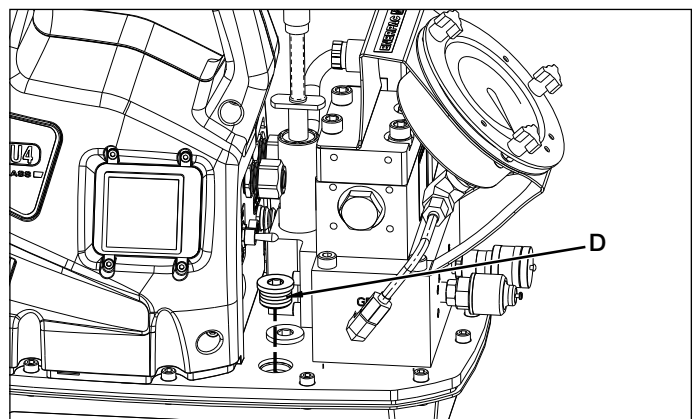
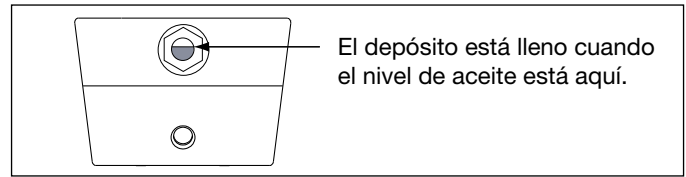

Figura 3, Tapón de llenado de aceite
Figura 5, Luz de aviso de nivel
Consultar la figura 3 para obtener las dimensiones de montaje para asegurar la bomba a una superficie fija.
Comprobar el nivel de aceite de la bomba antes de su puesta en marcha. Si fuera necesario, añadir aceite quitando el tapón SAE n.º 10 de la placa de la cubierta (véase Figura 3). El depósito está lleno cuando el nivel de aceite se encuentra en la posición que se muestra en la figura 5.
2. (-Q) Tipo de bomba para las llaves dinamométricas S y W de Enerpac y de otras marcas comerciales: Usar mangueras “Enerpac serie THQ-700 - 700 bar/10,000 psi máx.” Los acopladores se deben polarizar según la figura 5 para lograr un correcto funcionamiento de la llave. Garantizar que los acopladores estén completamente colocados y ajustados antes de su funcionamiento. Un ajuste parcial de los acopladores no permitirá un funcionamiento adecuado de la llave.
6. Llenar el depósito con aceite hidráulico Enerpac nuevo. El depósito está lleno cuando el nivel de aceite está como muestra la figura 5.